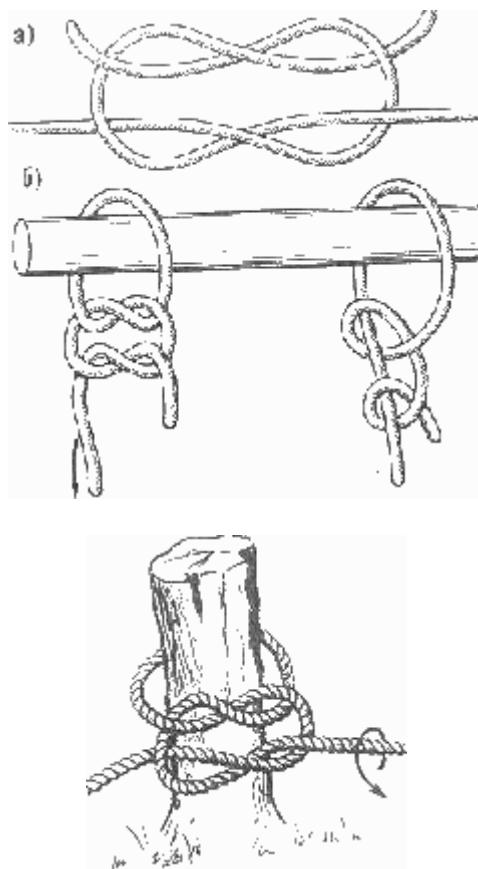

Рис. 23. Бабий узел.
**Бабий узел** (рис. 23). Оговоримся заранее, что этот узел автор поместил в книге умышленно, в качестве примера для объяснения принципа других морских узлов.